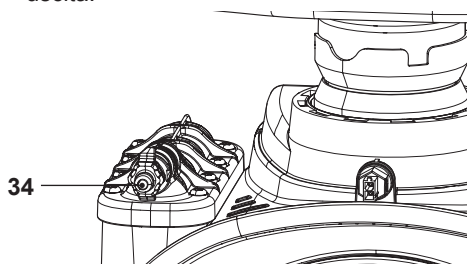

Figura 6.4
- Prima di allentare il raccordo di sfiato scambiatore primario condensante 34 in Figura 6.4 collegare un tubicino di scarico al portagomma per far defluire l'acqua in uscita.